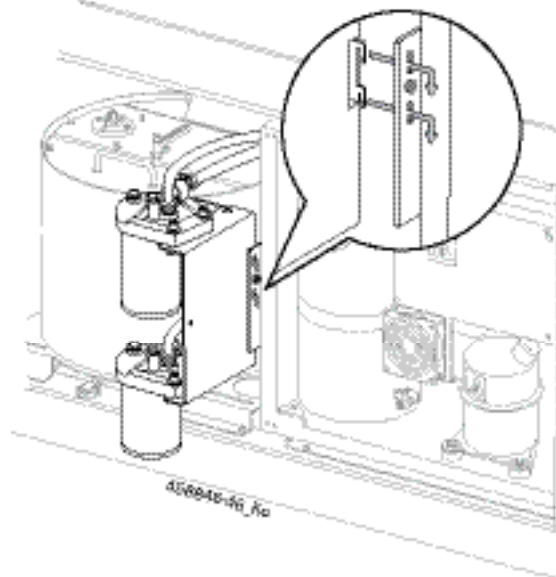

Fig. 13: Установка монтажного кронштейна
- Установите монтажный кронштейн (с фильтрами) в передний паз (См. Рис. 13).